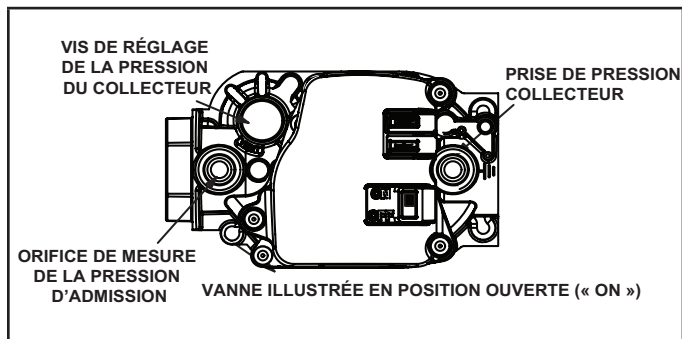

Figure 66
Fonctionnement de la vanne de gaz Figure 66
- 6 - Mettez le contacteur de la vanne de gaz sur « OFF ». Reportez-vous à la Figure 66.
- 8 - Mettez le contacteur de la vanne de gaz sur « ON ». Reportez-vous à la Figure 66.
Pour tester la pression du gaz d'alimentation, utilisez la prise fileté de 1/8 po NPT sur la vanne de gaz pour raccorder un manomètre d'essai. Reportez-vous à la Figure 66. Vérifiez la pression du gaz dans la canalisation lorsque l'appareil fonctionne à sa puissance maximale. Une pression trop faible peut causer un fonctionnement erratique ou une mauvaise combustion. Une pression trop élevée peut endommager la vanne de manière permanente ou causer un emballement.